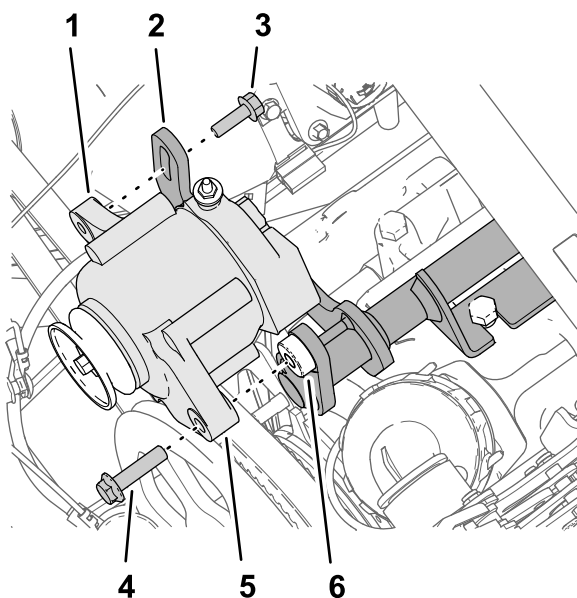

Рисунок 181
1. Установите генератор (60 А) на резьбовой прилив кронштейна генератора (Рисунок 181) с помощью болта с фланцевой головкой ($\frac{3}{8} \times 1\frac{1}{2}$ дюйма).
- Установите резьбовой фланец генератора на фланец с пазом кронштейна генератора (Рисунок 181) с помощью болта с фланцевой головкой (8 x 25 мм).